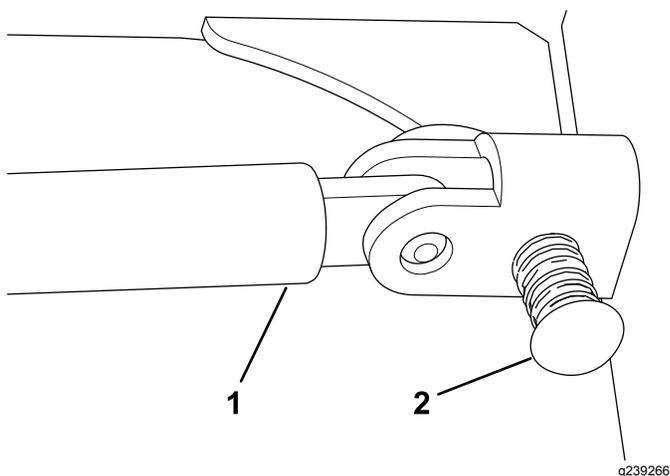
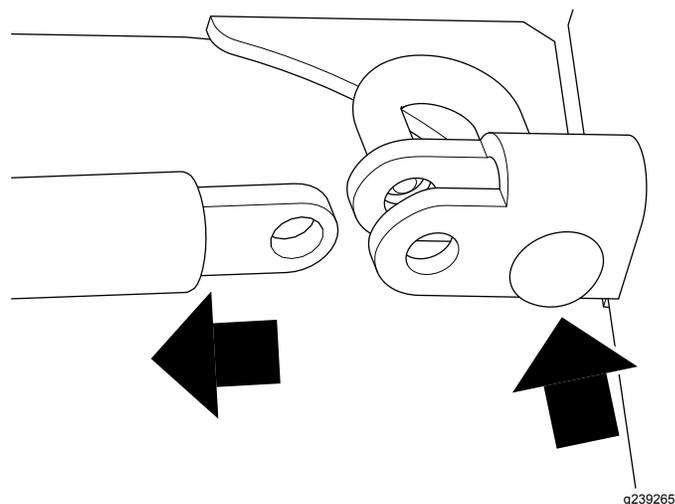

Figura 12
Figura 13
1. Spingete in alto il perno a molla ed estraete il montante dalla staffa (Figura 12 e Figura 13).